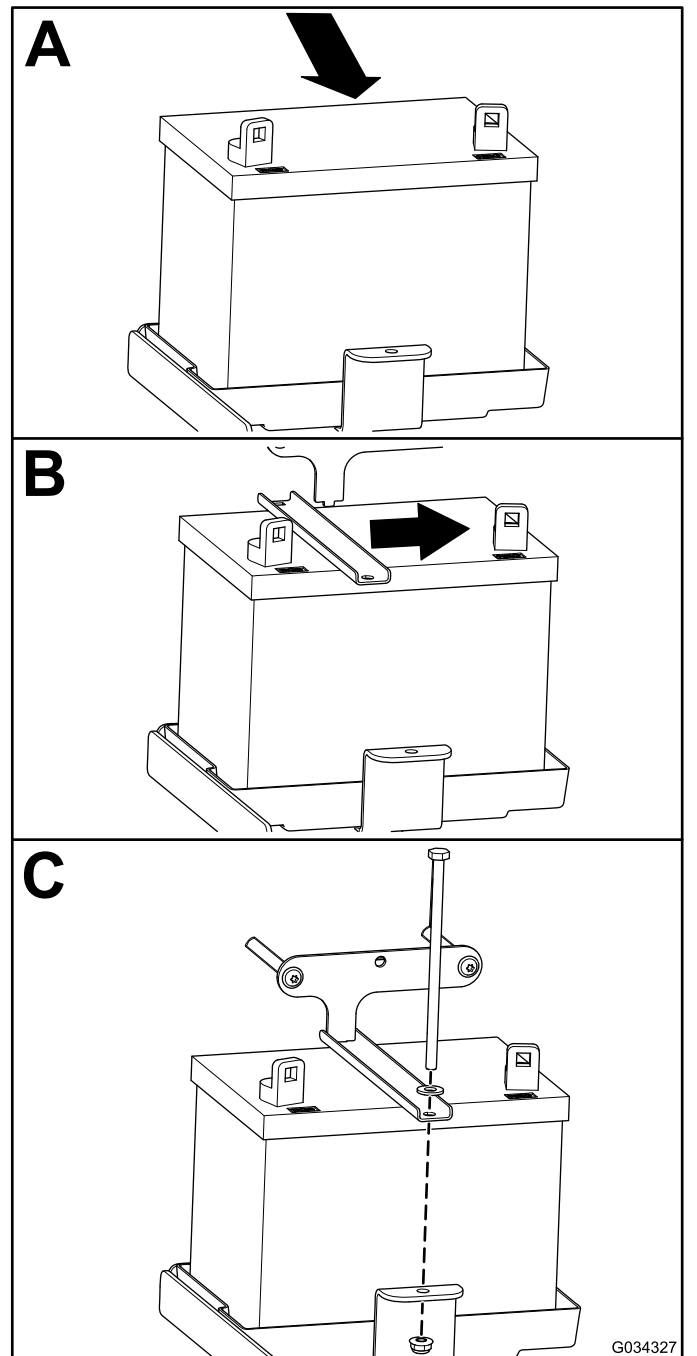

Bild 46
1. Setzen Sie die Batterien ein, wie in Bild 46 abgebildet.